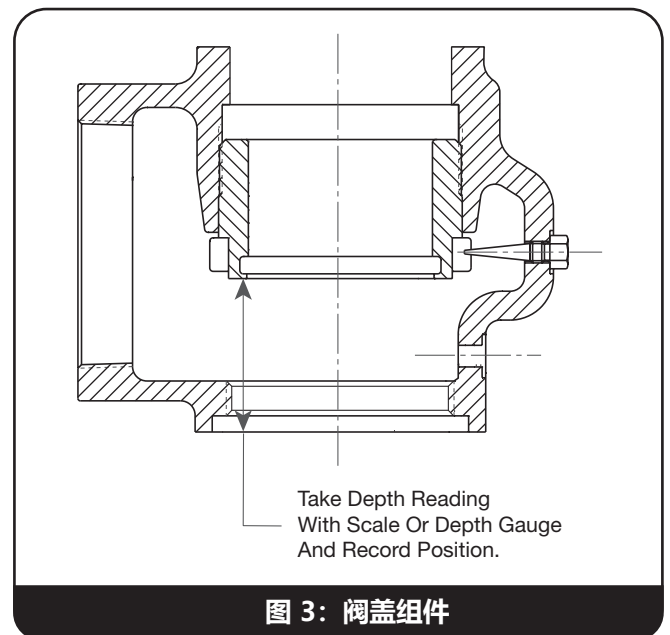

图 3：阀盖组件
- a. 在环销钉仍啮合时，通过测量环底面到阀盖底面的距离记录上部调整环的位置（参见图 3）。